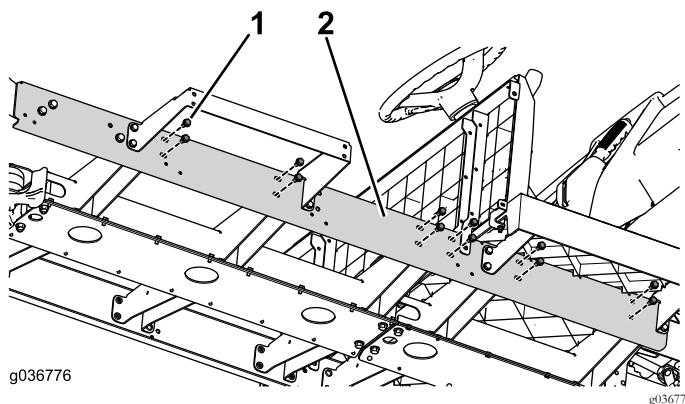

Figura 80
3. Instale los herrajes restantes en el perfil (Figura 80).